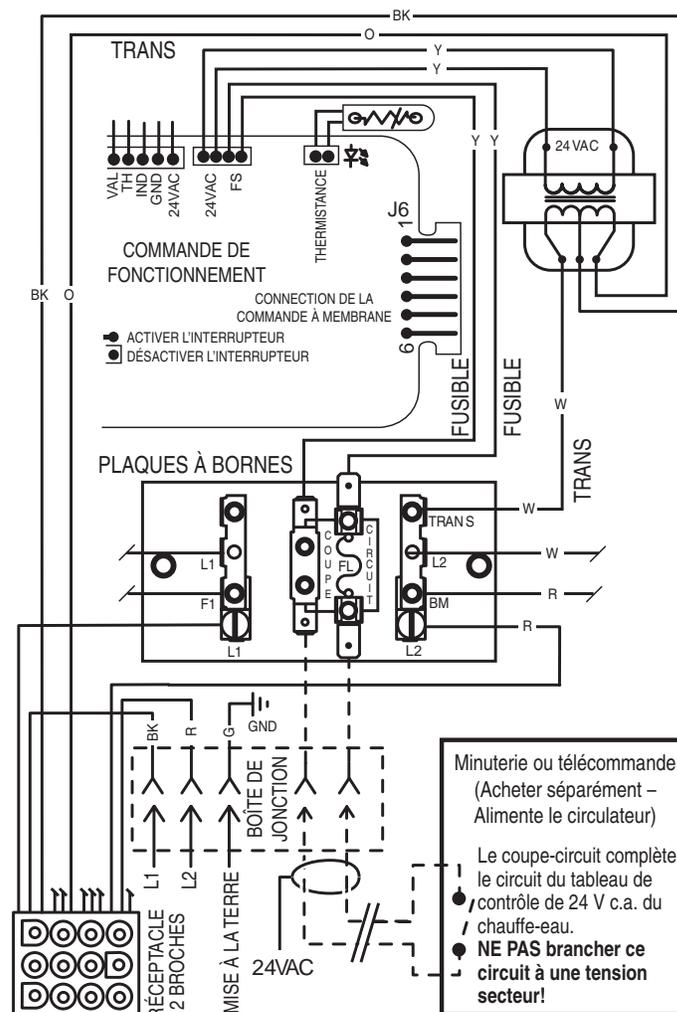

Figure 22.
- Brancher les fils entre les terminaux du coupe-circuit du chauffe-eau et le relais électrique. Brancher les fils de la commande ou de la minuterie au coupe-circuit. La commande, minuterie ou le relais doit être calibré pour une tension de 24 v c.a. à 0,5 ampère (parce qu'ils compléteront le circuit du tableau de commande sur le chauffe-eau, tel qu'illustré dans la figure 22). NE PAS câbler les terminaux du coupe-circuit avec une tension secteur. Utiliser un fils de calibre 18 avec une